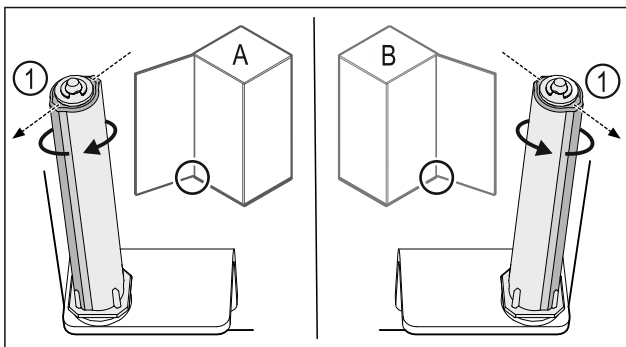

Fig. 43 Kreisais atbalsts (A) / labais atbalsts (B)
- ▶ Grieziet slēgšanas sistēmu pret pretestību, līdz slēgšanas sistēmas balstiņš Fig. 43 (1) ir vērsts uz augšu.